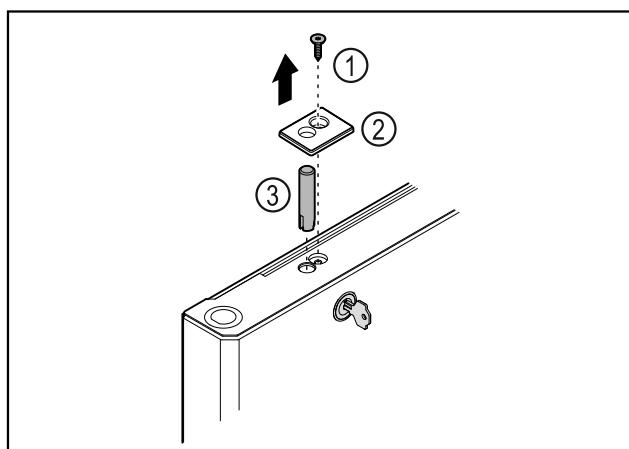

Fig. 42
- Зніміть гвинт Fig. 42 (1).
- За допомогою малої викрутки зніміть з фіксатора кришку Fig. 42 (2) і видаліть.
- Витягніть палець замка Fig. 42 (3).